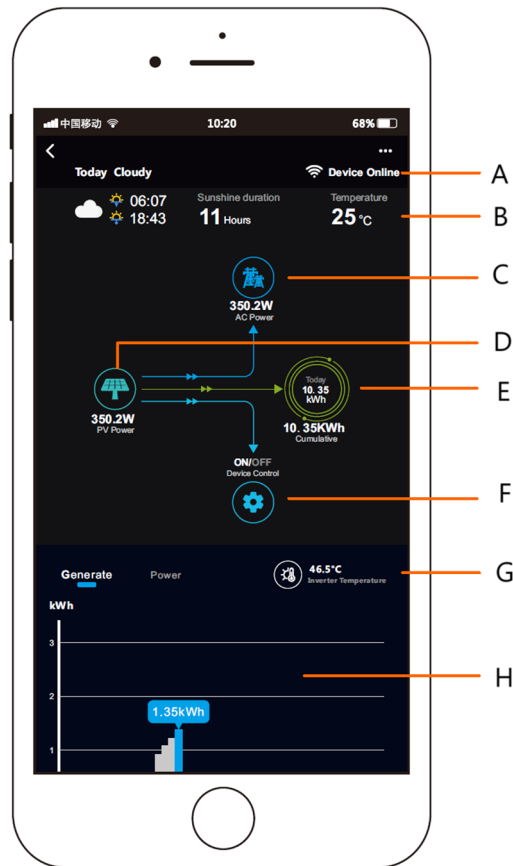

**Figura 3 Figura 4**
- 3) Cuando aparezca la Figura 3, ingrese la contraseña de Wi-Fi actualmente conectada al teléfono móvil y haga clic en Siguiente.